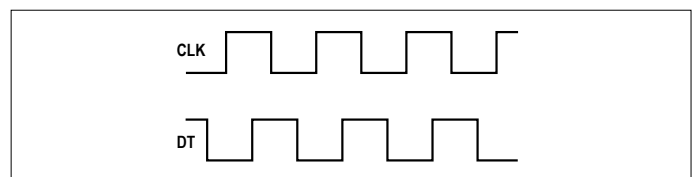

Figure 10. Signaux de commutation lors de la rotation.
l'axe n'a pas de butée de fin de course, le codeur peut tourner des centaines voire des milliers de fois, ce qui est bien pratique pour obtenir la précision requise pour le calcul d'une fréquence ou d'une tension. Certes, nous disposons d'un bouton-poussoir, mais nous n'avons pas besoin de l'utiliser pour ce montage. Même si les deux contacts se valent, l'un est cadencé par un signal d'horloge (CLK) tandis que l'autre se sert de la broche de données (DT). La **figure 10** montre les signaux de sortie lors d'une rotation. L'interprétation est facile : on attend un flanc descendant sur CLK et on regarde ce qui se passe sur DT, et en fonction du résultat on augmente ou on réduit la valeur du compteur.